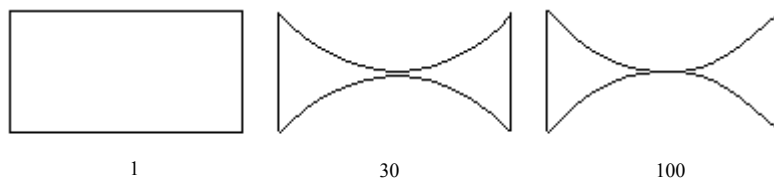

图 5.4.13 四边形网格 Jacobian Ratio（一）
- 对于任何一个矩形单元或平行四边形单元，不管是否含有中间节点，Jacobian Ratio 都为 1，图 5.4.13 所示的是 Jacobian Ratio 为 1、30、100 时的四边形网格（一）。